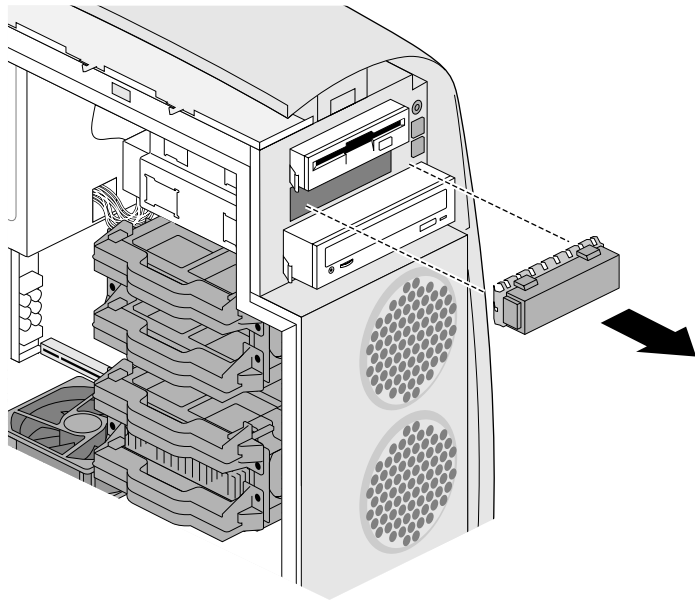

Abbildung 4-4 Abnehmen der Abdeckblende
8. Halten Sie die in dem gewünschten Laufwerkseinschub befindliche Abdeckblende an den Rändern, und ziehen Sie sie aus dem Einschub. Siehe Abbildung 4-4.